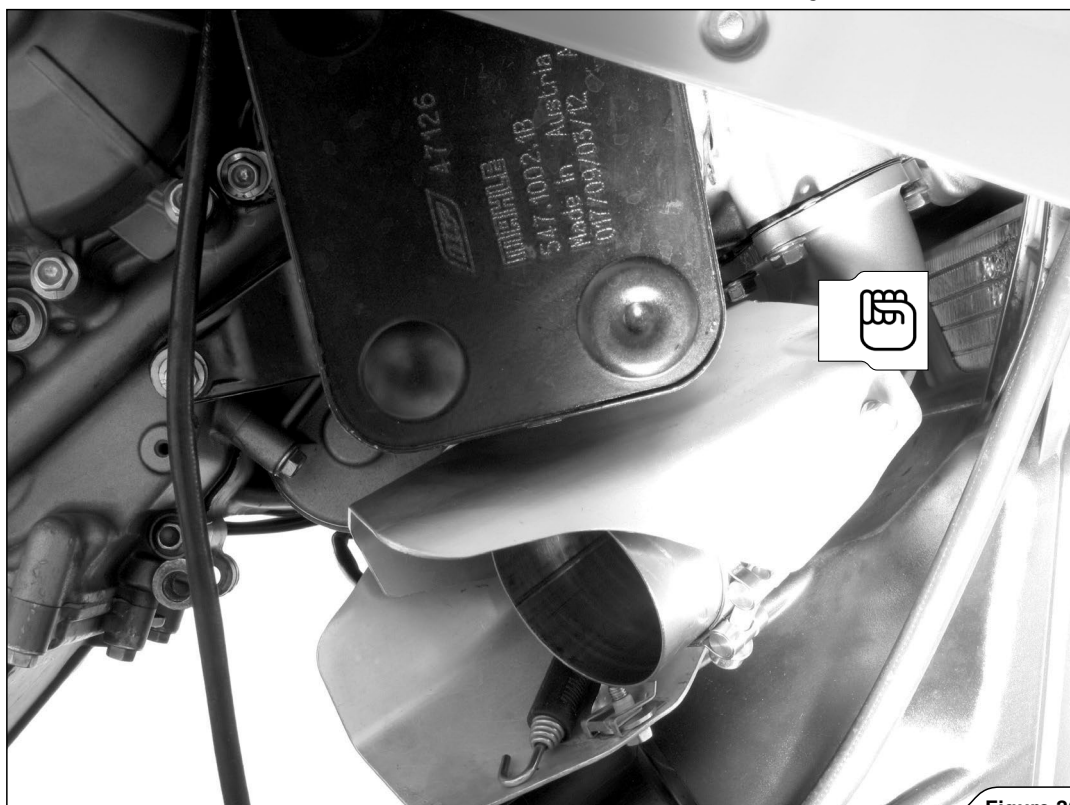

Figure 26
2. Serrer à la main le collecteur avant sur la culasse, en utilisant les écrous d'origine (Figure 26).
2. Den vorderen Krümmer mit den Original-Muttern von Hand am Zylinderkopf befestigen (Figure 26).